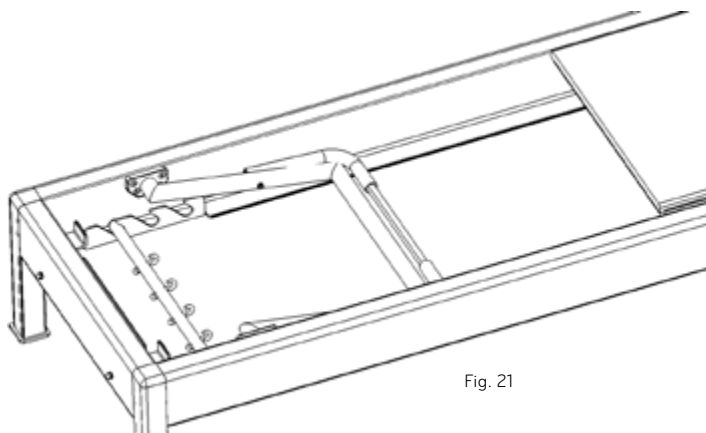

Fig. 21
4. Distendere la barra per i piedi all'interno del telaio, come mostrato in fig. 21. Se si utilizza il fermo in legno per la scanalatura, sarà necessario rimuoverlo, in modo tale che la barra per i piedi possa poggiare più in basso nel telaio.
1. Trovare i (2) distanziatori in schiuma, facendo riferimento alla fig. 21 per vedere che aspetto hanno.